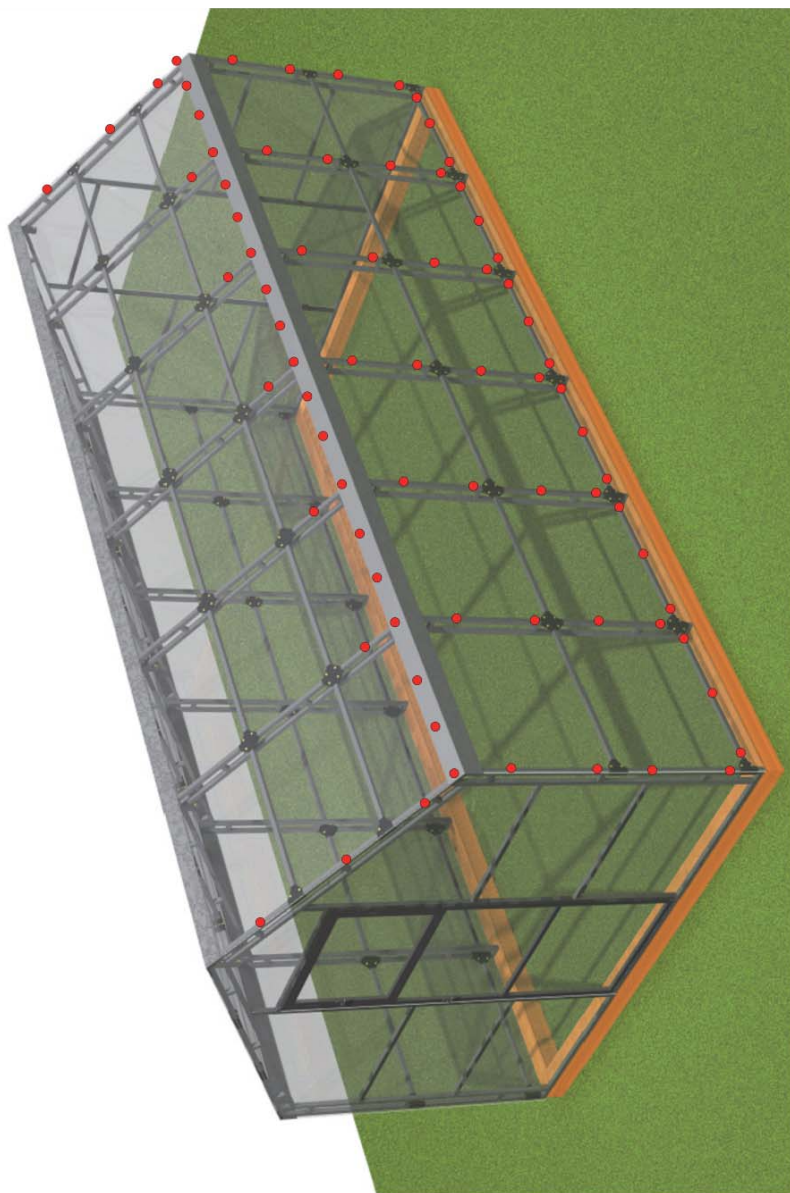

Рисунок 15 – Монтаж поликарбоната
7. Установить и зафиксировать на конструкцию конек (Поз.3) при помощи саморезов (Поз.16), а затем поликарбонат (Поз.5) с помощью саморезов с пресс-шайбами (Поз.10) и оцинкованной стяжной ленты (Поз.6, рис. 15).